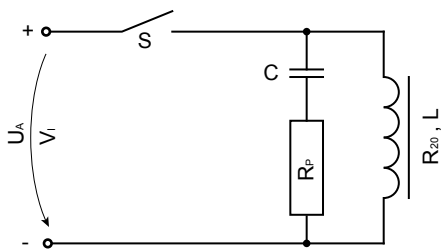

Fig. 10: Beschaltung mit RC-Glied / RC module circuit
**8.7.4. RC-Glied (Fig. 10)**
**8.7.4. RC module (Fig. 10)**